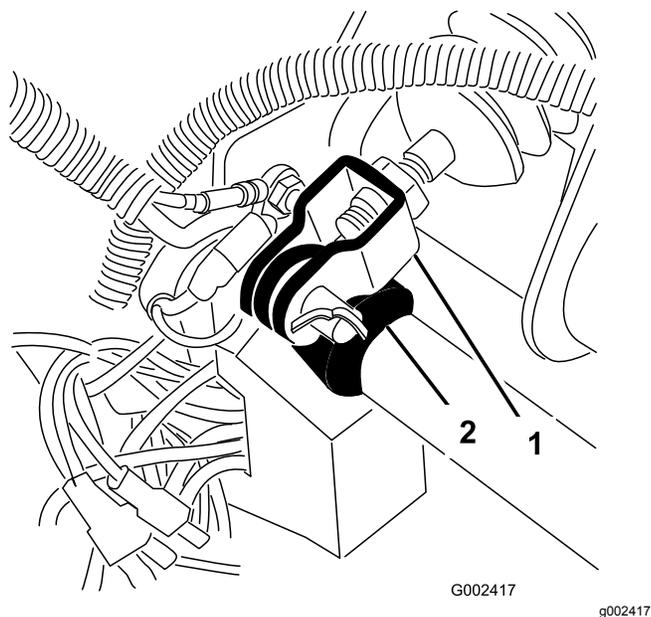

図 65
1. マスターシリンダのヨークをブレーキペダルのピボットに固定しているコッターピンとクレビスピンを取る 図 65。